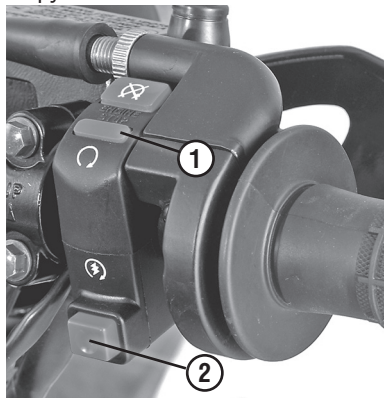

Рис. 6. Блок переключателей на руле правый
Стоп-двигатель (рис. 6, поз. 1) имеет два фиксированных положения:
**Кнопка электростартера** (рис. 6, поз. 2) служит для запуска двигателя.